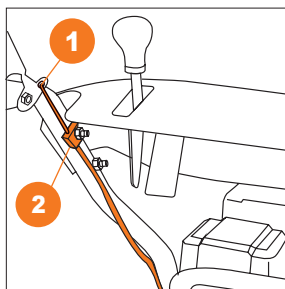

Рис. 10
- Зацепите левый тросик привода колес **1** к левой ручке на панели оператора (Рис. 10).
- Закрепите фиксатор рубашки троса **2** к верхнему болту крепления панели оператора (Рис. 10).